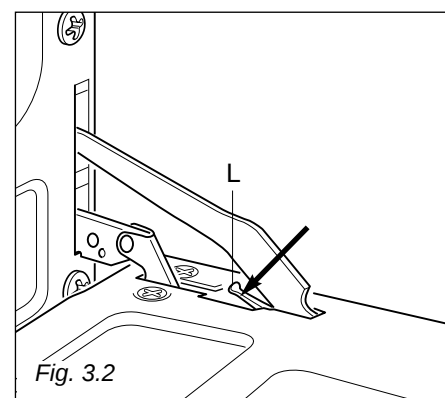

Fig. 3.2
- Empurre para baixo a alavanca de engate "L" (Fig. 3.2) e mantendo-a nesta posição feche suavemente a porta para obter o bloqueio da dobradiça.